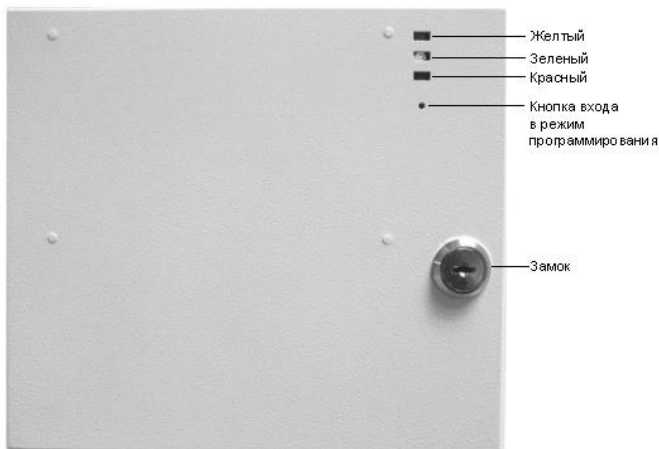

Рисунок 1. Лицевая сторона БУ.
Для входа в режим программирования необходимо нажать тонким предметом (например, скрепкой) кнопку (см. рисунок 1). При входе в режим программирования загорается красный светодиод. Автоматический выход из режима программирования происходит автоматически через 30 секунд после программирования последнего радиобрелока или сразу после программирования максимального количества ключей. Если в режиме программирования не было запрограммировано ни одного брелока, то информация о ранее запрограммированных брелоках сохраняется.
1. Нажать кнопку на лицевой панели БУ (рис. 1), загорится красный светодиод.
1. В соответствии со схемой подключения (рисунок 1) подключить к БУ один или два ЭМЗ.
9. В соответствии со схемой подключения (рисунок 1) подключить к БУ один или два ЭМЗ.